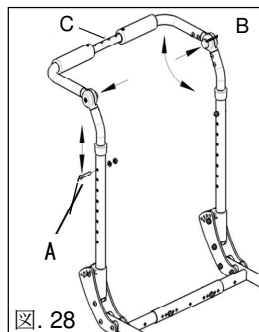
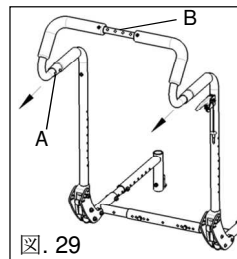

図. 28
図. 29
- 高さ調整式バックレストが装着されている場合、4mmの六角レンチと10mmのレンチを使用し、伸縮式バックレストチューブの左右のネジ(図28:A)を取り外します。
- 高さ調整式バックレストが装着されている場合、ロックヒンジのボタン(図28:B)を左右同時に押します。
- バックレスト左右のボタン(図29:A)を押し下げ、ロックタブを外します。
危険: 高さ調整式バックレストのプッシュハンドル結合パイプ(図28:C)や取り外し式ストローラーのプッシュハンドル結合パイプ(図29:B)を持って車椅子を持ち上げたり、傾けたりしないでください。破損や破断が発生し転倒やコントロールの喪失を招き、重傷または死に至る危険性があります。